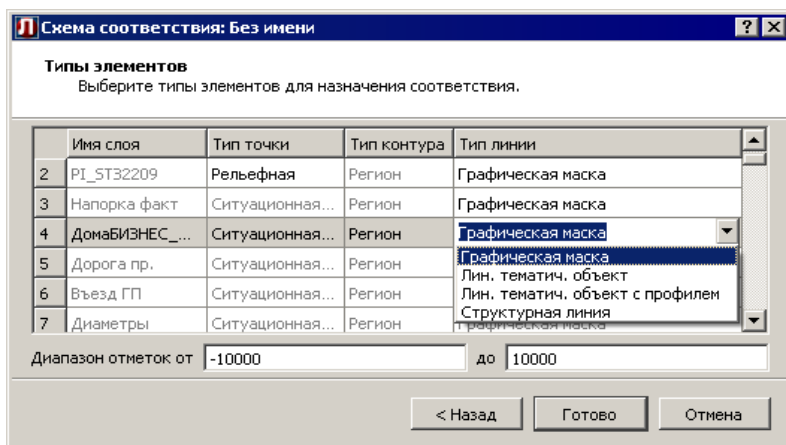

Рис. 32.6
- На втором этапе настраиваются соответствия для типов элементов по каждому слою (рис. 32.6).